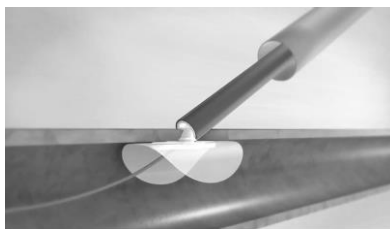

Figura 13. Posizione di tamponamento, impianto giustapposto all'arteriotomia.
- b. Continuare a retrainere il dispositivo di altre 1,5 tacche (= 3,5 tacche in totale). A questo punto, l'operatore dovrebbe avvertire una leggera resistenza tattile dovuta all'ancoraggio dell'impianto al lume interno della parete arteriosa. In questa posizione di tamponamento, l'impianto controlla l'emorragia prodotta dall'arteriotomia. Figura 13.